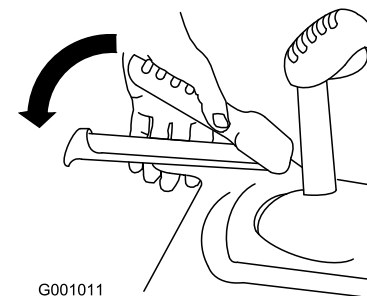

Figure 38
2. Engagez le levier de commande de déplacement et maintenez-le en place (Figure 38).